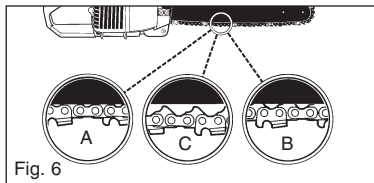

Fig. 6
ATTENZIONE: Se la catena della sega è TROPPO ALLENTATA o TROPPO TESA, i denti, la guida, la catena e il supporto dell'albero motore si consumano più rapidamente. La Fig. 6 informa sulla corretta tensione a freddo (A) e a caldo (B), e serve come istruzione per ulteriori impostazioni della catena della sega (C).